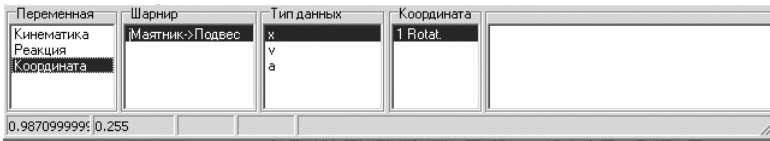

Рис. 1.56. Мастер переменных с выделенной переменной **Координата** по умолчанию
- щелкните в графическом окне в столбце **Переменные** по нужному вам пункту **Координата** для его выделения. В **Мастере переменных** появится свой набор параметров, см. рис. 1.56;